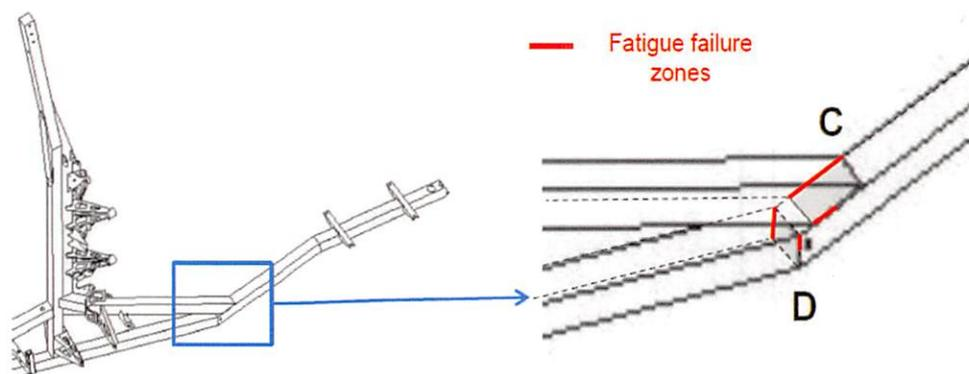

Figura 1
**DESCRIPCIÓN:** En un accidente en Francia, el tubo de cola de un autogiro ULM ELA-07 se rompió en vuelo. En el marco de sus investigaciones técnicas, la Oficina de Investigación y Análisis para la Seguridad de la Aviación Civil Francesa (BEA), identificó fracturas por fatiga en las zonas soldadas C y D del tubo de cola (ver Figura 1). Cargas repetidas (sin que su origen se especifique claramente), y defectos encontrados en las soldaduras, han propiciado la aparición de grietas por fatiga, dando lugar a la separación del tubo de cola. Como consecuencia, la Dirección General de Aviación Civil de Francia ha emitido la Consigna de Aeronavegabilidad CN 2017-ULM-001, de fecha 05/07/2017.
**CUMPLIMENTACIÓN:** Las siguientes acciones son de carácter obligatorio a partir de la entrada en vigor de esta directiva de aeronavegabilidad (AD):
1.- Antes del próximo vuelo y, posteriormente, cada 4 meses o 100 horas de vuelo (lo que ocurra más tarde), inspeccionar visualmente con una lente de aumento o de otro dispositivo de aumento, las uniones soldadas C y D (véase la Figura 1).